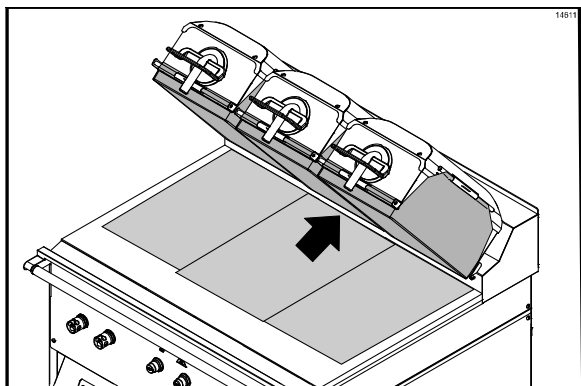

Figure 77
52. Aligner le bord arrière de la troisième feuille de protection inférieure avec le dossier et le milieu du gril. La feuille de protection chevauchera le bord des deux autres feuilles de protection (Cf. Figure 77).